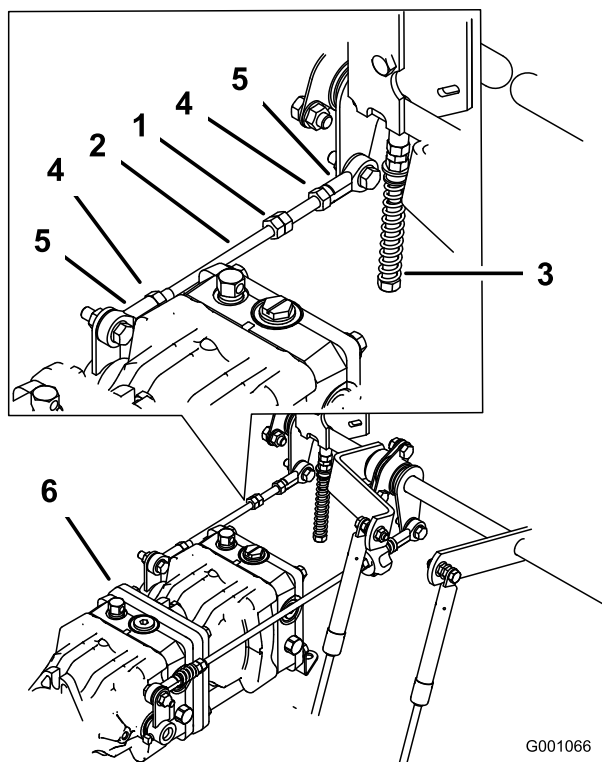

Figura 73
1. Afloje las contratueras de la articulación esférica de la varilla de control de la bomba (Figura 73).
- hasta que la rueda quede estacionaria o se mueva muy lentamente en marcha atrás (Figura 73).
- Apriete las contratuercas de las articulaciones esféricas (Figura 73).